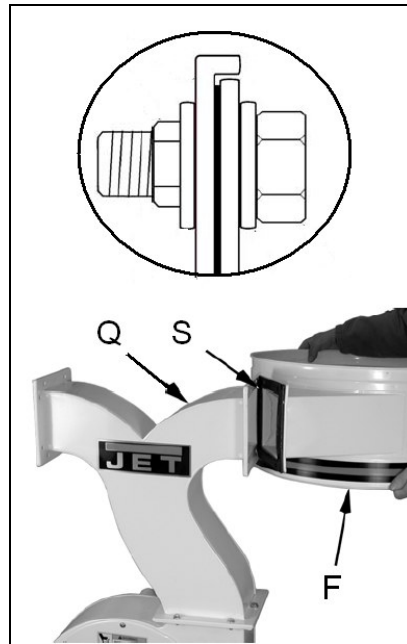

Рис. 5
Установите верхнюю прокладку (S, Рис. 5) и закрепите корпус (F) болтами, шайбами и гайками.